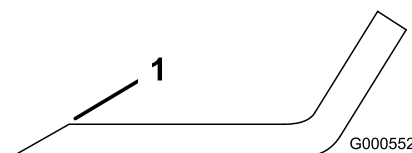

Figure 60
1. Au moyen d'une lime, aiguisiez les tranchants aux deux extrémités de la lame (Figure 60).
Remarque: Si la lame est déséquilibrée, limez un peu l'extrémité de l'ailette seulement (Figure 60).